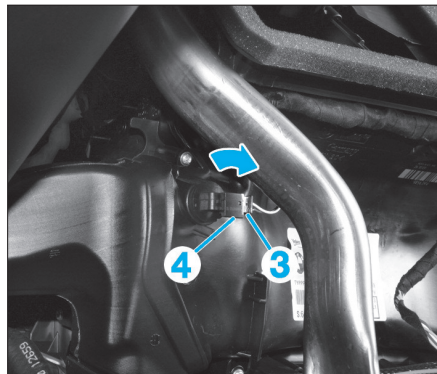

Fig. 54
- Débrancher le connecteur (3) (Fig.54).